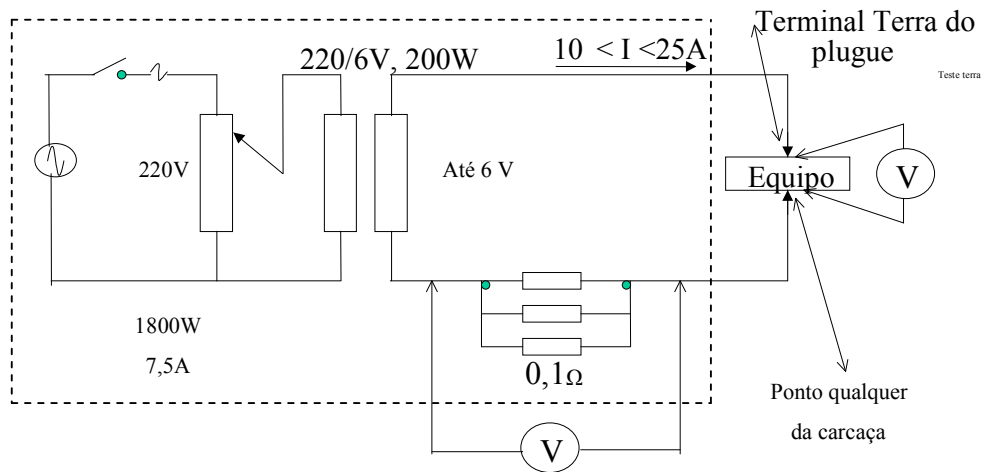

Figura 1
2. Com os equipamentos desligados, efetuar a montagem da figura 1, conforme descrito abaixo.